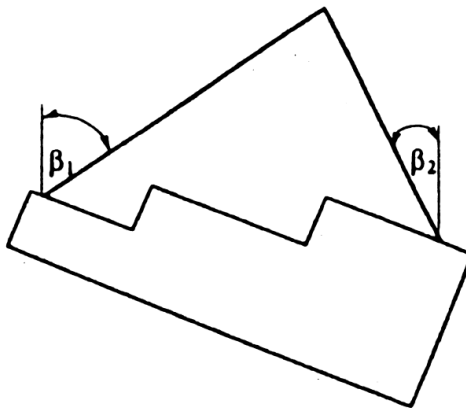

Abbildung 6: Beispiel für ungleiche Neigungswinkel  $\beta$
- Treten bei 2-strängigen Gehängen unterschiedliche Neigungswinkel auf (Abbildung 6), darf nur die Tragfähigkeit eines einzelnen Strangs zugrunde gelegt werden.